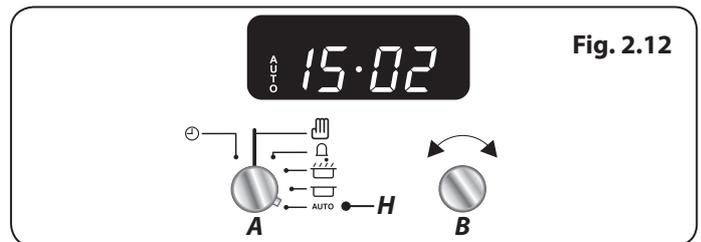

Fig. 2.12
5. Tournez le bouton du Programmateur (A) sur la position Auto (H) (**Fig. 2.12**). Si l'écran affiche l'heure en cours et AUTO, cela indique qu'une programmation a été définie (heure d'allumage et heure d'extinction).